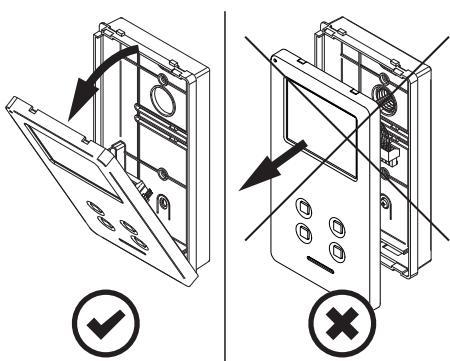

Fig. 2
2. Tirez la partie supérieure du couvercle vers l'extérieur comme indiqué sur la **Fig. 2**. **Ne tirez pas le couvercle en direction droite.**